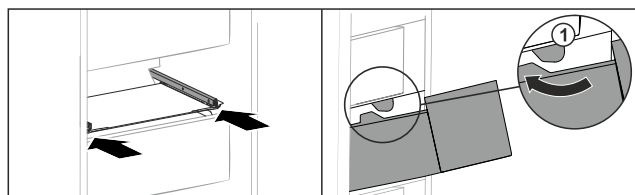

Fig. 100
- Guider le tiroir en contournant les butées Fig. 100 (1).